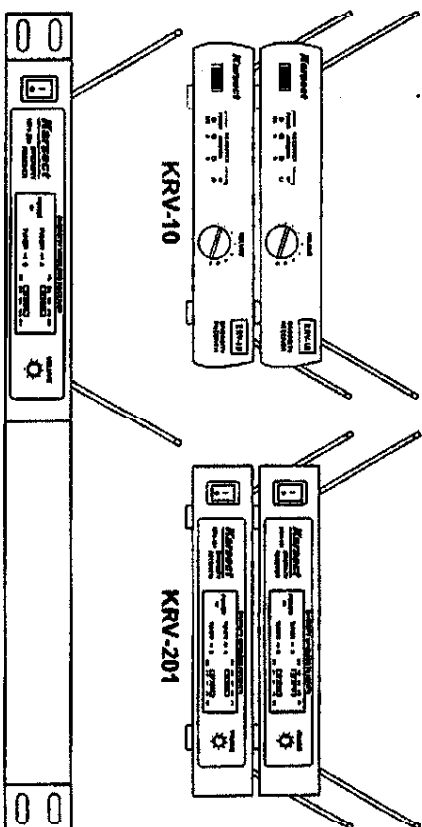

图1
4. 接收机可叠置或安装在托架上：如果多套系统并用，天线不得互相交叉。(参看图1)
* 接收机叠置或安装在机架上, 注意天线不得互相交叉或接触 (见图1)